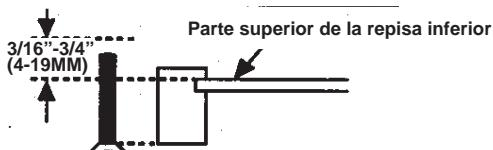

FIG. 13
- Sostenga el perno contra el riel frontal del gabinete. Elija el perno que se extienda más allá de la parte superior de la repisa inferior entre $3/16''$ (4 mm) y $3/4''$ (19 mm). Ésta será la longitud de los pernos necesaria para los gabinetes. (Fig. 13)